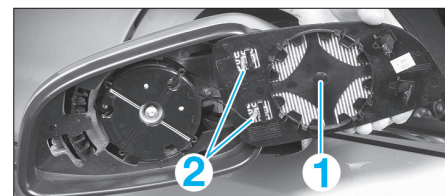

FIG. 60
- Débrancher le système de dégivrage (2) (fig. 60).